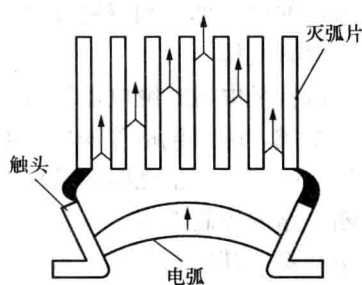

图 1-1-4 栅片灭弧示意图
2) 栅片灭弧。如图 1-1-4 所示为栅片灭弧示意图。当触头分断电路时，多片绝缘的灭弧栅将拉入灭弧罩的电弧分割成数段串联的短弧，从而使电弧迅速熄灭。